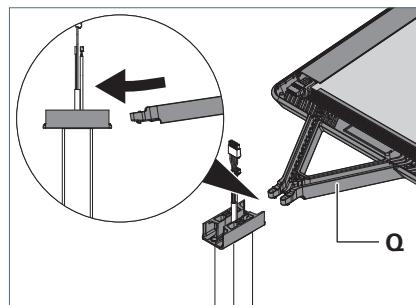

Fig. 6: Montare la testa dell'apparecchio 1.
- ▶ Inserire il braccio di supporto **Q** della testa dell'apparecchio con una leggera inclinazione verso il basso nell'adattatore fino alla battuta, vedere Fig. 6.